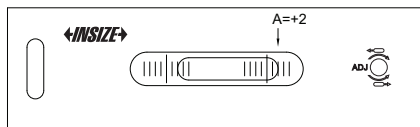

Fig.2
b) Depois que a bolha parar de se mover, leia A na escala (Fig. 2).